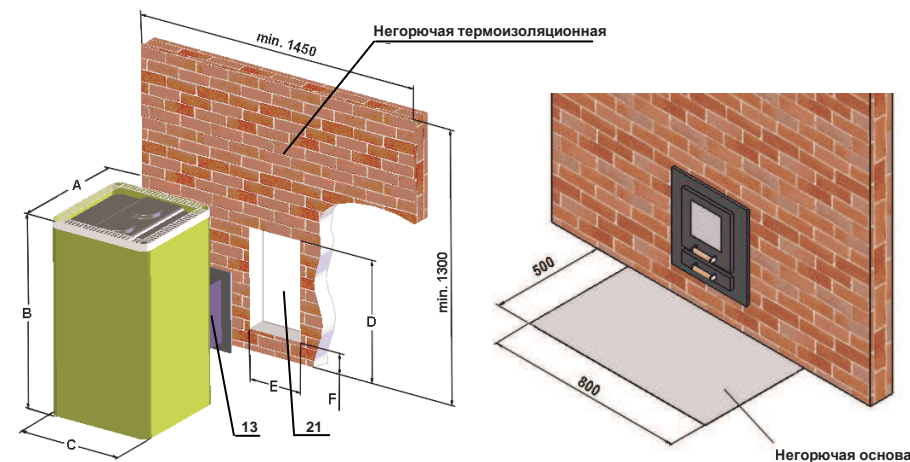

Рис. 3
Перед установкой печи необходимо выбрать желаемое направление открывания дверец топки. При необходимости дверцы топки переставить из левого положения (см.рис.3, вариант А) в правое (вариант В).
Печь устанавливается путем просовывания канала загрузки (13) (см. рис. 3) через специально оставленное отверстие в стене (21).
Устанавливая печь в место эксплуатации, должна быть предусмотрена возможность замены печи, без разрушения стен бани, т.е. расстояние от задней стенки печи должно быть не менее 300 мм, а отверстие загрузки топлива должно свободно проходить через отверстие в стене (см. рис. 3)